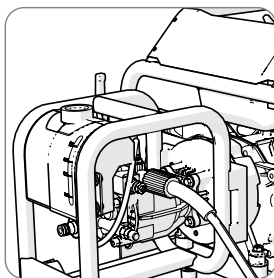

Fig 3
- Inserte la manguera en el puerto correspondiente. **(Fig. 3)**